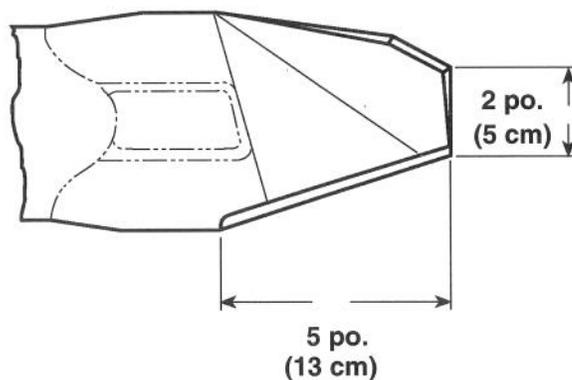

Figure 26
**Remarque:** la lame ne doit pas être affûtée à plus de 13 cm (5 pouces) des extrémités extérieures et à moins de 5 cm (2 pouces) du bord de fuite (Fig. 26).